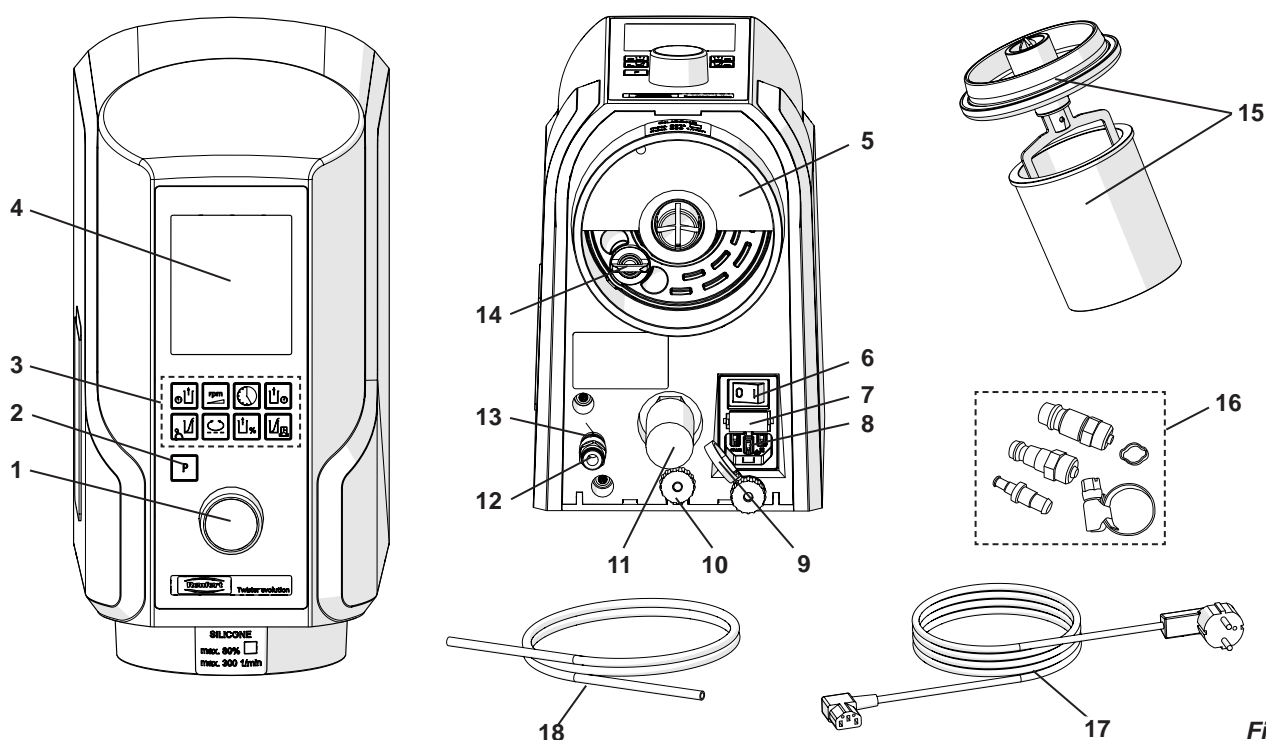

Fig. 1
- ⇒ Introduire le tuyau à air comprimé (18) jusqu'au bout dans la prise du tuyau filtre d'entrée (12) jusqu'à la butée en surmontant sensiblement une légère résistance.
- ⇒ Pour faire le raccordement au réseau d'air comprimé choisir dans le set (16, Fig. 1) joint le raccord symétrique adéquat et le fixer au bout du tuyau.